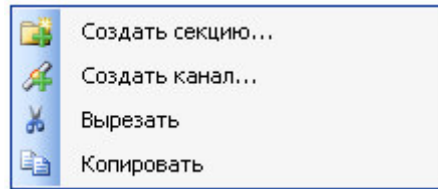

Рисунок 3.43 – Модуль SET4TM (PSH4TM). Общий вид контекстного меню
- 3 Вызвать контекстное меню и выбрать соответствующую команду (см. рисунок 3.43).